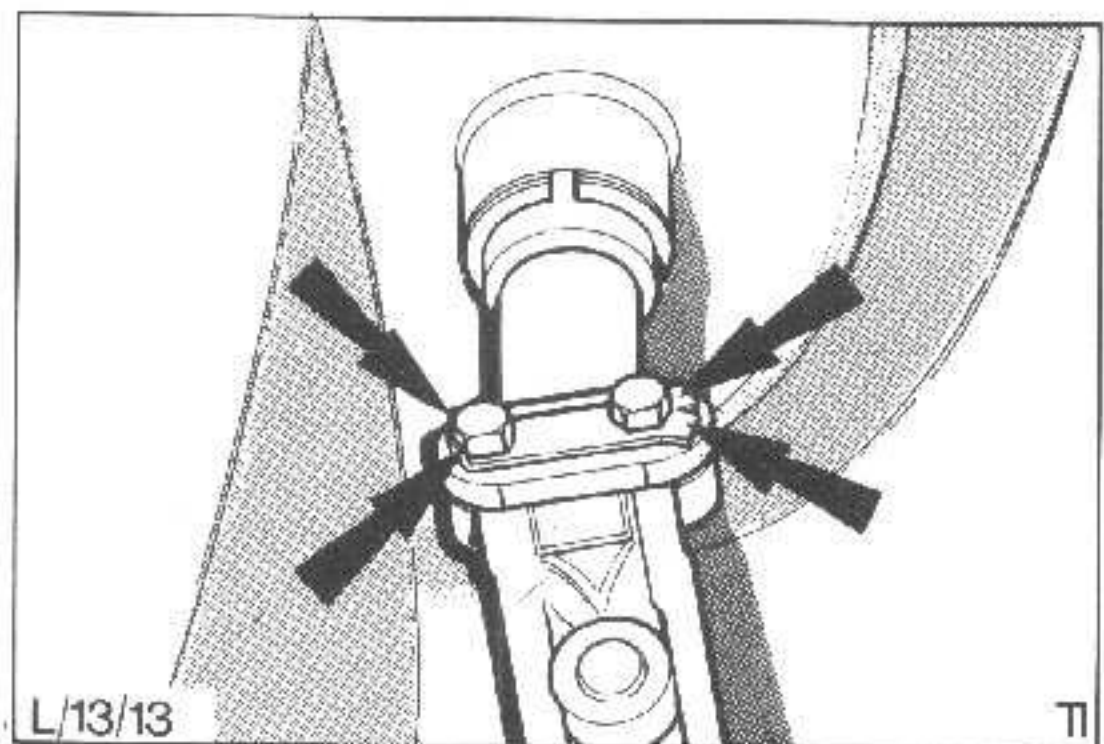

Abb.81 Befestigung der Lenkverbindungswelle (an allen 4 Laschen des Sicherungsbleches hochbiegen)
34. Alle vier Laschen des Sicherungsblechs hochbiegen, Abb.81.